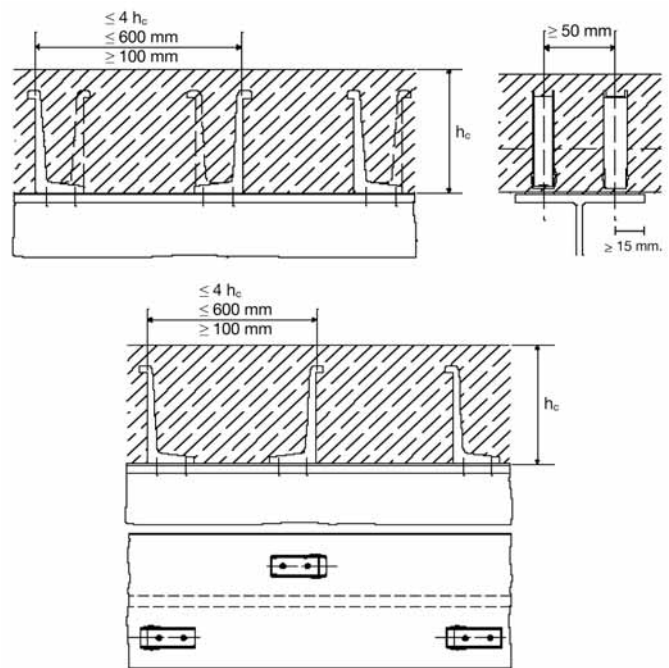

Figura 10. Disposición de conectores longitudinal a la viga.
- Separación entre conectores con chapa paralela a la viga: Longitudinalmente a la viga, los conectores deben distar entre sí como mínimo 100 mm (con o sin chapa perfilada); y como máximo el menor valor entre $4 \cdot h_c$ o 600 mm, a menos que la rigidez de la cabeza del forjado sea capaz de resistir el pandeo (figura 10).